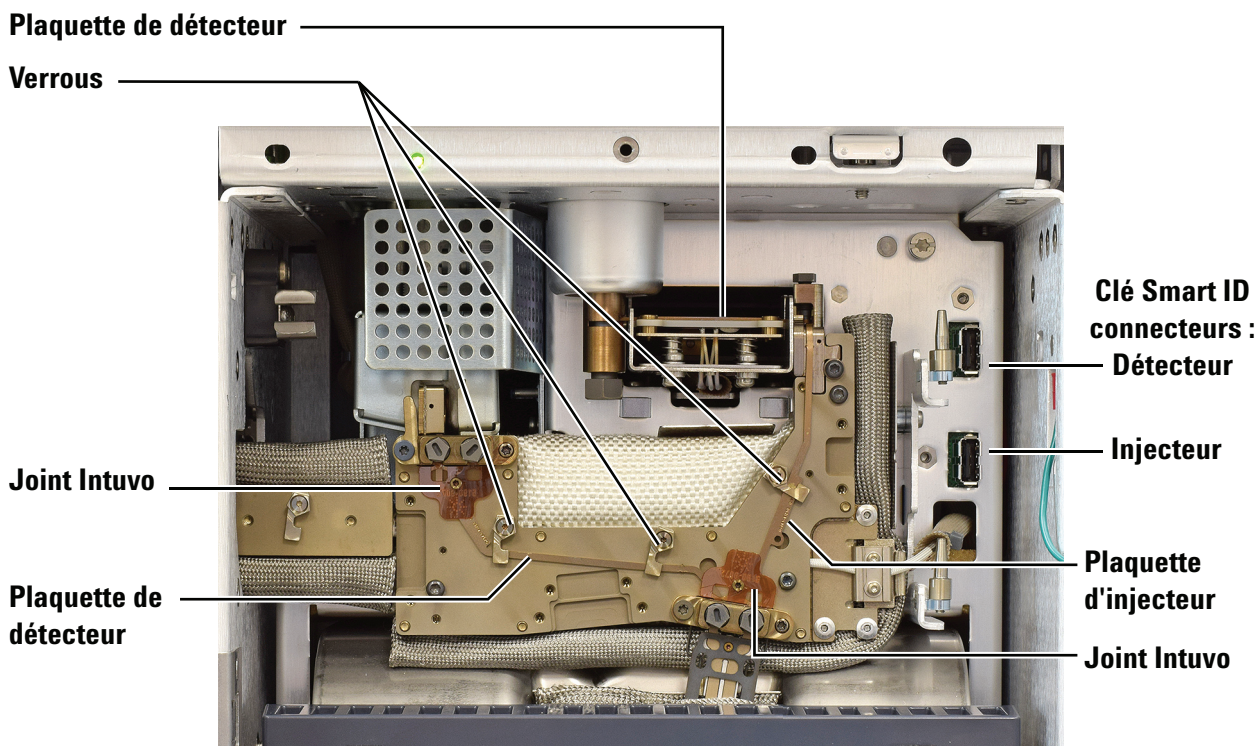

Figure 7 Composants du bus Intuvo
Figure 7 montre les composants de bus principaux Intuvo.
- 12 Utilisez une clé Torx pour ouvrir les clips qui sécurisent la plaquette d'injection sur le bus. Voir Figure 7.